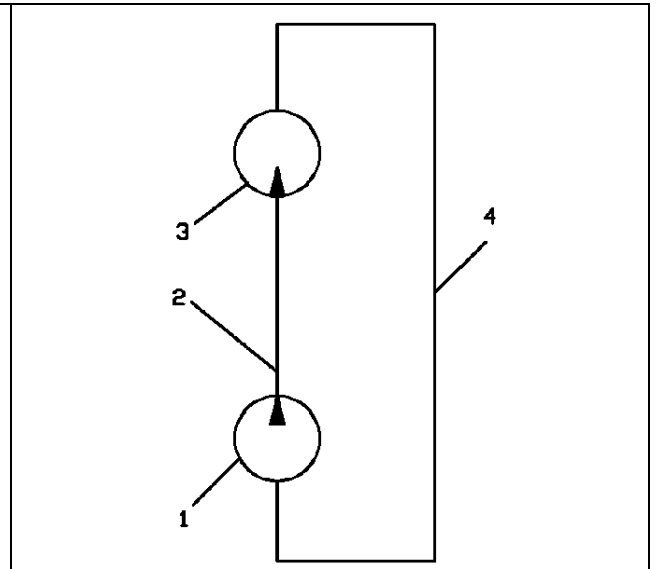

Рисунок 18
18. Все сообщающиеся полости (рис.18) объемной гидропередачи с замкнутой циркуляцией (насос 1, гидромотор 3 и соединяющие их напорный 2 и сливной 4 трубопроводы) полностью заполнены минеральным маслом, температура которого равна $t = 15$ °С. В процессе работы гидропередачи масло нагрелось до температуры $t_1 = 45$ °С. Пренебрегая температурным расширением металла гидропередачи и утечками масла в гидросистеме, определить давление масла в полости гидропередачи после выключения (остановки) насоса. Принять для масла коэффициент $\beta_v = 7 \cdot 10^{-10}$ 1/Па и температурный коэффициент объемного расширения $\beta_t = 0,0007$ 1/°С.